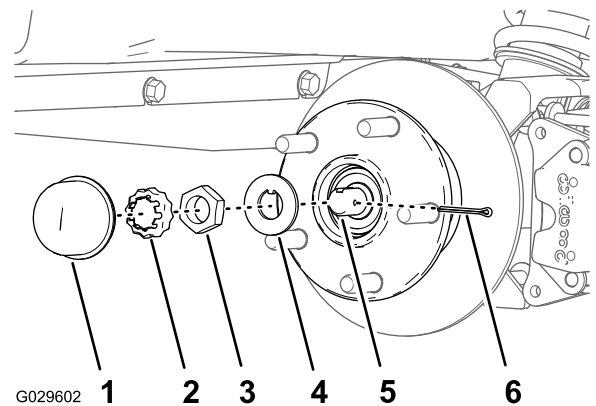
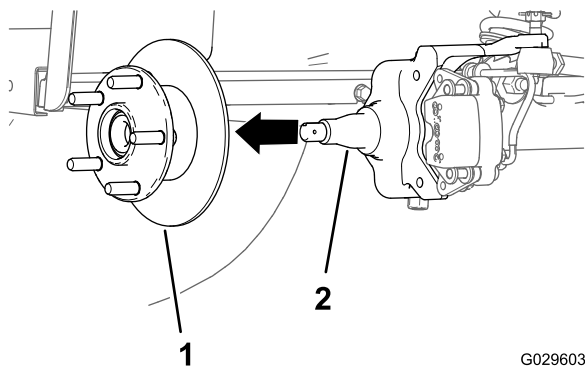

Figura 29
Figura 30
4. Retire o tampão antipoeira e a anilha do cubo (Figura 29).
5. Retire o contrapino e o retentor da porca do eixo e porca do eixo (Figura 29).
6. Retire a porca do eixo do eixo e afaste o conjunto do cubo e o rotor do eixo (Figura 29 e Figura 30).